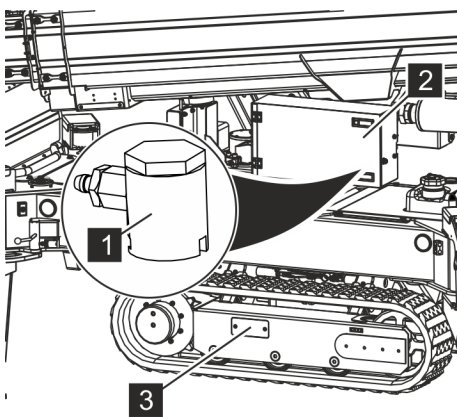

Abb. 217: Schiebekupplung
9. Schiebekupplung (Abb. 217/1) wieder im Hydrauliksteuerkasten (Abb. 217/2) verstauen.
10. Wartungsdeckel (Abb. 217/3) festschrauben.